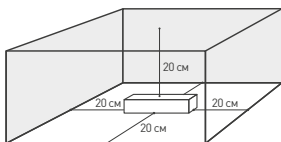
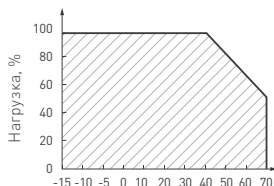

Рис. 2. Свободное пространство вокруг источника
Рис. 3. Максимальная допустимая нагрузка, % от мощности источника
- 4.6. Для естественной вентиляции обеспечьте не менее 20 см свободного пространства вокруг источника питания, как изображено на рис. 2. При невозможности обеспечить свободное пространство используйте принудительную вентиляцию. В случае установки в ограниченном пространстве (например, лайтбокс или профиль) предусмотрите обеспечение требуемого температурного режима источника питания согласно рис. 3.